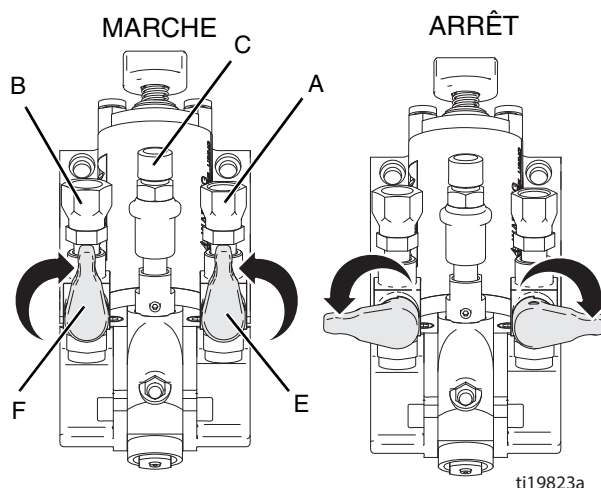

FIG. 3 Vannes à produit
2. Fermer les deux vannes à produit (E et F) en les plaçant en position ARRÊT. Voir FIG. 3.